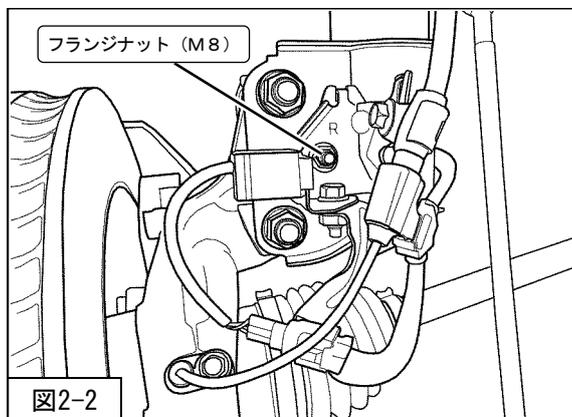

図2-2
4. フランジナット (M8) (締付トルク : 20N・m) を使用し、ABSセンサハーネスブラケットを取付けてください。(図2-2)